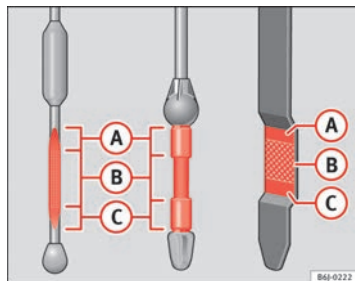

Fig. 118 Varillas de medición del nivel de aceite
La varilla indicadora del nivel de aceite indica el nivel de aceite de motor. ⇒ fig. 118.
- El nivel de aceite no debe sobrepasar nunca la zona **(A)** ⇒ fig. 118. ¡Peligro de dañar el sistema de escape!